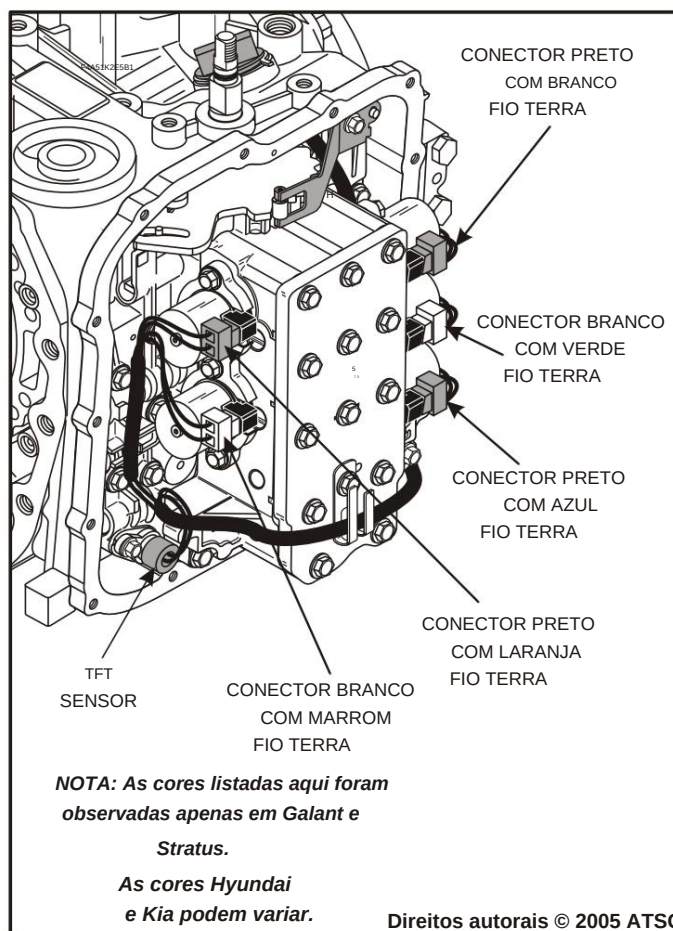

Figura 27
2. Desconecte os conectores do solenóide de mudança e o conector do sensor de temperatura do fluido, conforme mostrado na Figura 27.